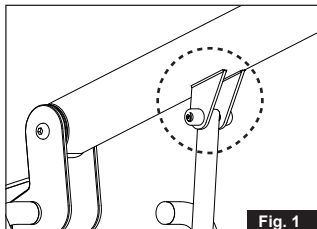

Fig. 1
- **Klemrisiko mellem toppen af løfteaktuatoren og løftearmen (fig.1).**